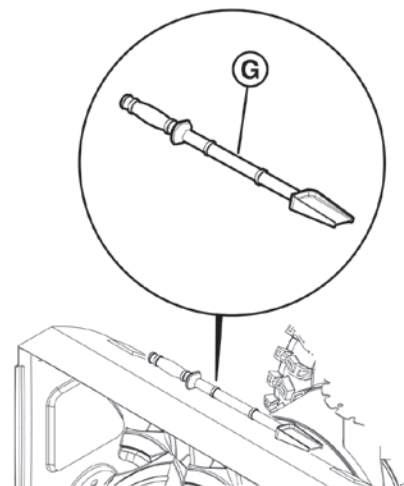

Рис. 14
3. Используйте инструмент для отчистки шнека (G, Рис. 14) для удаления снега из разгрузочного желоба. НЕ чистите руками забившийся разгрузочный желоб!